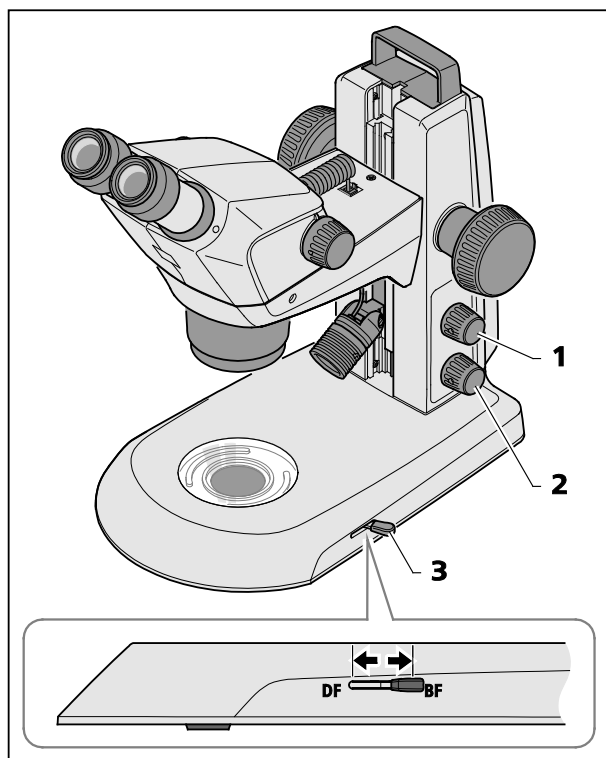

Fig. 25 Módulo de luz transmitida no estativo K EDU
- Ligar a luz transmitida, apertando o botão rotativo inferior (Fig. 25/2).
- Acionando a alavanca (Fig. 25/3), comuta-se entre iluminação de campo claro e de campo escuro.
- Posição anterior: Campo escuro (DF)
- Posição posterior: Campo claro (BF)
Apertando o botão superior (Fig. 25/1), pode-se adicionar, por mistura, luz refletida (vide capítulo 4.2, página 24).